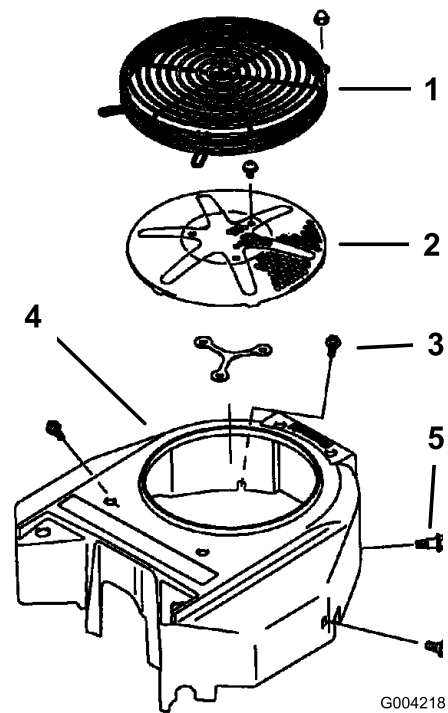

Bild 59
Entfernen Sie Schnittgut, Schmutz und andere Rückstände vor jedem Einsatz der Maschine vom Motorgitter. So gewährleisten Sie eine ausreichende Kühlung sowie die korrekte Motordrehzahl und reduzieren die Gefahr einer Überhitzung und mechanischer Motorschäden (Bild 59).
3. Entfernen Sie das Luftansauggitter, den Rücklaufstarter und das Lüftergehäuse (Bild 59).
5. Montieren Sie das Luftansauggitter, den Rücklaufstarter und das Lüftergehäuse (Bild 59).